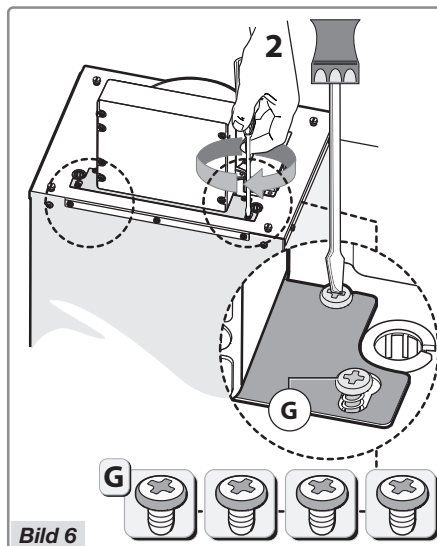

Bild 6
- Sätt fast konsolen med de fyra skruvarna **G**, enligt bild 6.